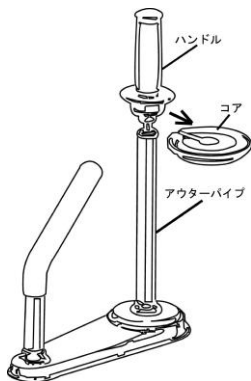

図4
- ①ハンドルを反時計回転方向に回して緩め、アウターパイプからコアを取り外してください（図4参照）。
- ②蝶ねじを反時計回転方向に回して緩め、使用するラップの長さに合わせて、アウターパイプを引き出してください。